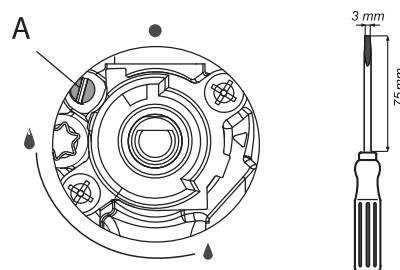

Fig.13
- Tournez la vis de réglage « A » (Fig. 13) et observez la flamme ; réglez la hauteur de la flamme de manière à ce qu'elle ne puisse pas être éteinte par un léger courant d'air ou par un passage rapide de la position grande flamme  à la position petite flamme , et inversement.